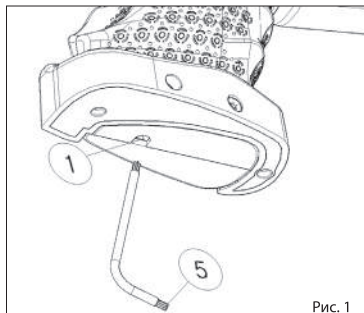

Рис. 1
- 12 Регулировочное отверстие (рис.1) регулирует усилие пружины при первом ходе спускового крючка – удержании.
- 13 Если Вы через отверстие № 1 вставите внутрь длинный конец динамометрического ключа № 5 (T8) (рис.1) и повернете его вправо – жесткость рабочего хода спускового крючка увеличится, если повернете влево жесткость уменьшится.